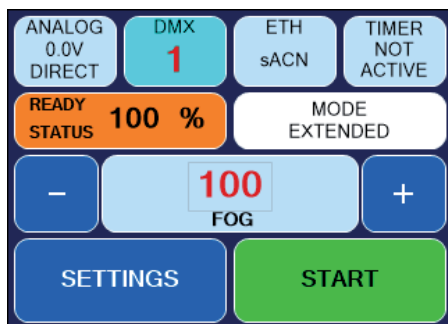
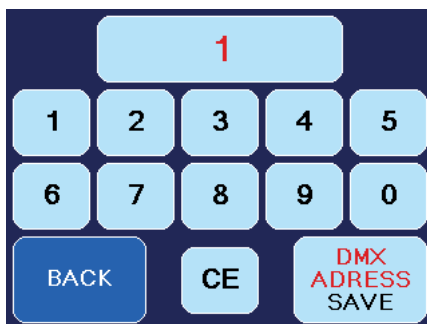

Abb. 8 DMX-Modus aktiv
Abb. 9 Tastatur-Bildschirm
Drücken Sie auf dem Hauptbildschirm den **DMX**-Button (Abb. 8, Zeile 1) oder wählen Sie **SETTINGS** -> **DMX**. Der Tastatur-Bildschirm (Abb. 9) erscheint. Hier kann die DMX-Adresse eingegeben werden.
- Mit **ARTNET CONFIG SAVE** speichern Sie die eingestellten Werte, mit **BACK** gelangen Sie zum vorherigen Bildschirm (Abb. 8), ohne die Werte zu speichern.
- Drücken Sie nun **PROTOCOL SAVE** (Abb. 8, Zeile 4) um Ihre ARTNET-Einstellungen zu speichern.